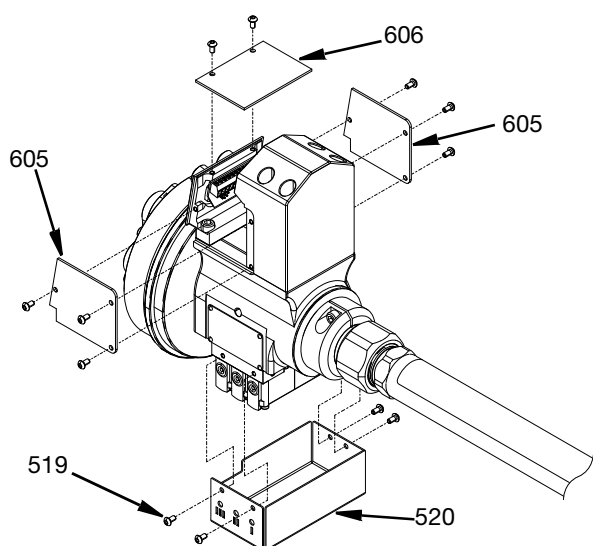

FIG. 12
1. Pour accéder aux pièces internes du pistolet SST Switch 3D, retirez les couvercles latéraux (605), le couvercle supérieur (606) et le couvercle extérieur (520), en retirant les vis (519) avec une clé hexagonale. Voir FIG. 12.